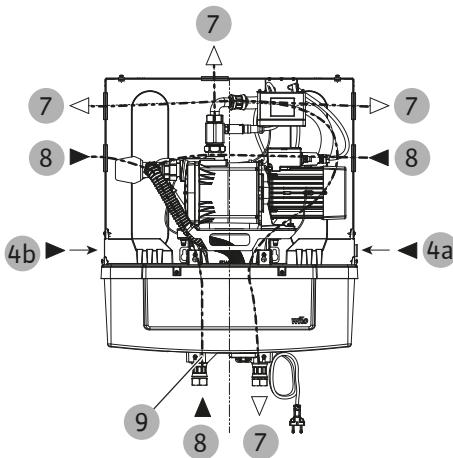

Fig. 14: Hydraulische Anschlüsse
- Anschluss für Brauchwasserverteilung (G 1" Überwurfmutter) (Fig. 14, Pos. 7).
- Leitungswasserrohr (G 3/4") (Fig. 14, Pos. 4 bzw. Kapitel Leitungswasseranschluss drehen [▶ 25] Pos. 4a oder 4b)
Es wird dringend eine Verbindung mit einem flexiblen Schlauch in Verbindung mit einer Absperrarmatur empfohlen. Die Verbindung zum Nachspeiseventil (Fig. 14, Pos. 4) sollte flachdichtend und mittels Überwurfmutter erfolgen.
- Saugleitung von der Zisterne (G 1" Überwurfmutter) (Fig. 14, Pos. 8) Rohrdurchmesser von mindestens 25 mm (maximal 32 mm) erforderlich.
- Überlaufanschluss (Fig. 14, Pos. 9) für kleine Leckagen mit Überlaufschlauch (bauseits, Ø 19-21 mm Innendurchmesser) (Fig. 2, Pos. 29) verbinden
Der Leitungswasserzulauf (Fig. 1, Pos. 4) ist serienmäßig an der rechten Seite (Fig. 14, Pos. 4a) des Nachspeisebehälters montiert. Zur Erleichterung der Installation ist der Wechsel zur linken Seite (Fig. 14, Pos. 4b) möglich.